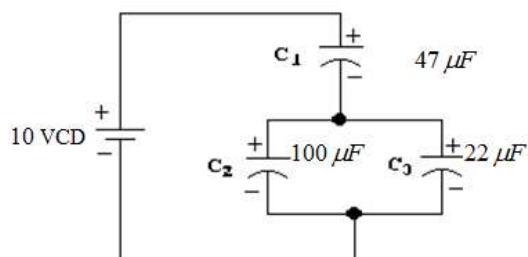

Figura 3.11 Capacitores serie-paralelo
- k) Arma el circuito de la figura 3.11.